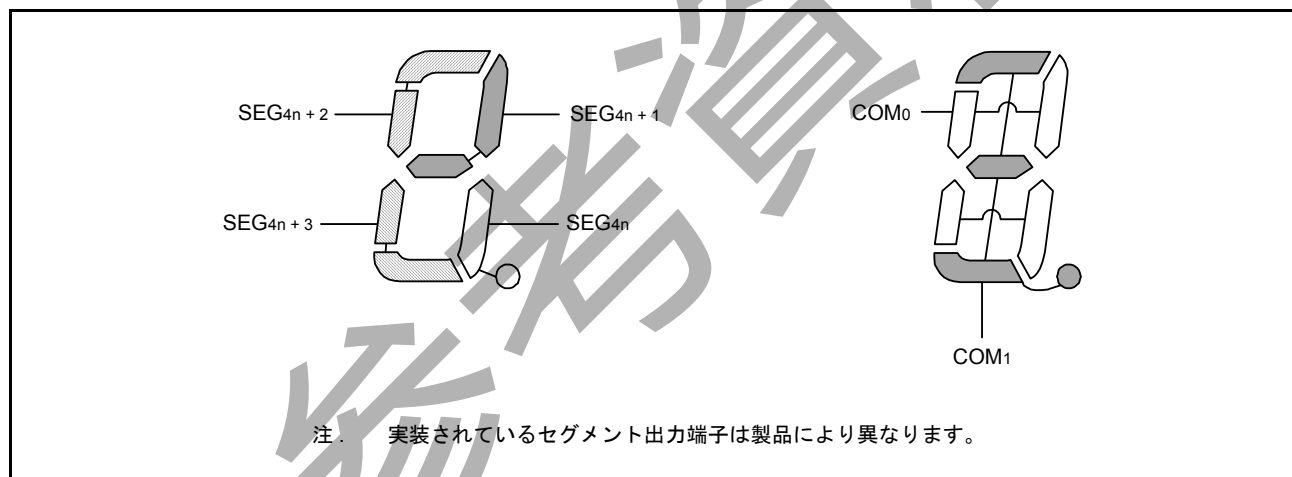

図 49.21 2 時分割 LCD 表示パターンと電極接続
ここでは、4 桁目に表示される数字の「3」(3) を例にとって説明します。LCD パネルに「3」を表示するには、コモン信号 COM0 および COM1 の選択タイミングで、選択電圧または非選択電圧を SEG12 ~ SEG15 端子に印加する必要があります。セグメント信号と LCD セグメントの関係については、図 49.21 を参照してください。